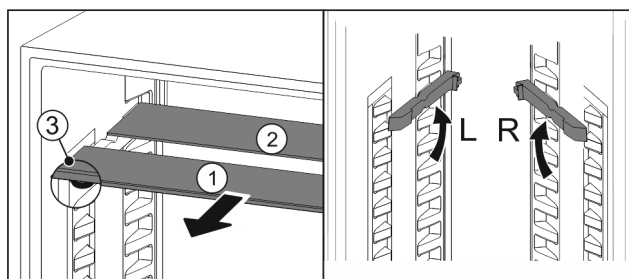

Fig. 99
- ▶ Retire las planchas de cristal individualmente hacia delante Fig. 99 (1).
- ▶ La placa de vidrio Fig. 99 (1) con moldura está situada delante.
- ▶ Los topes Fig. 99 (3) miran hacia abajo.